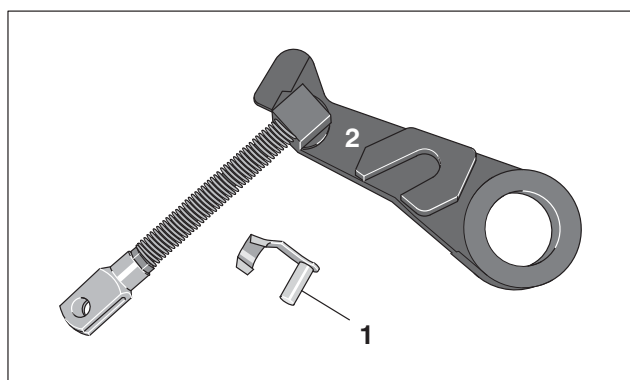

図14
- ⑱ 中間ローラの駆動側と操作側の軸受けから、フォークヘッドロック(図14/①)を取り外します。